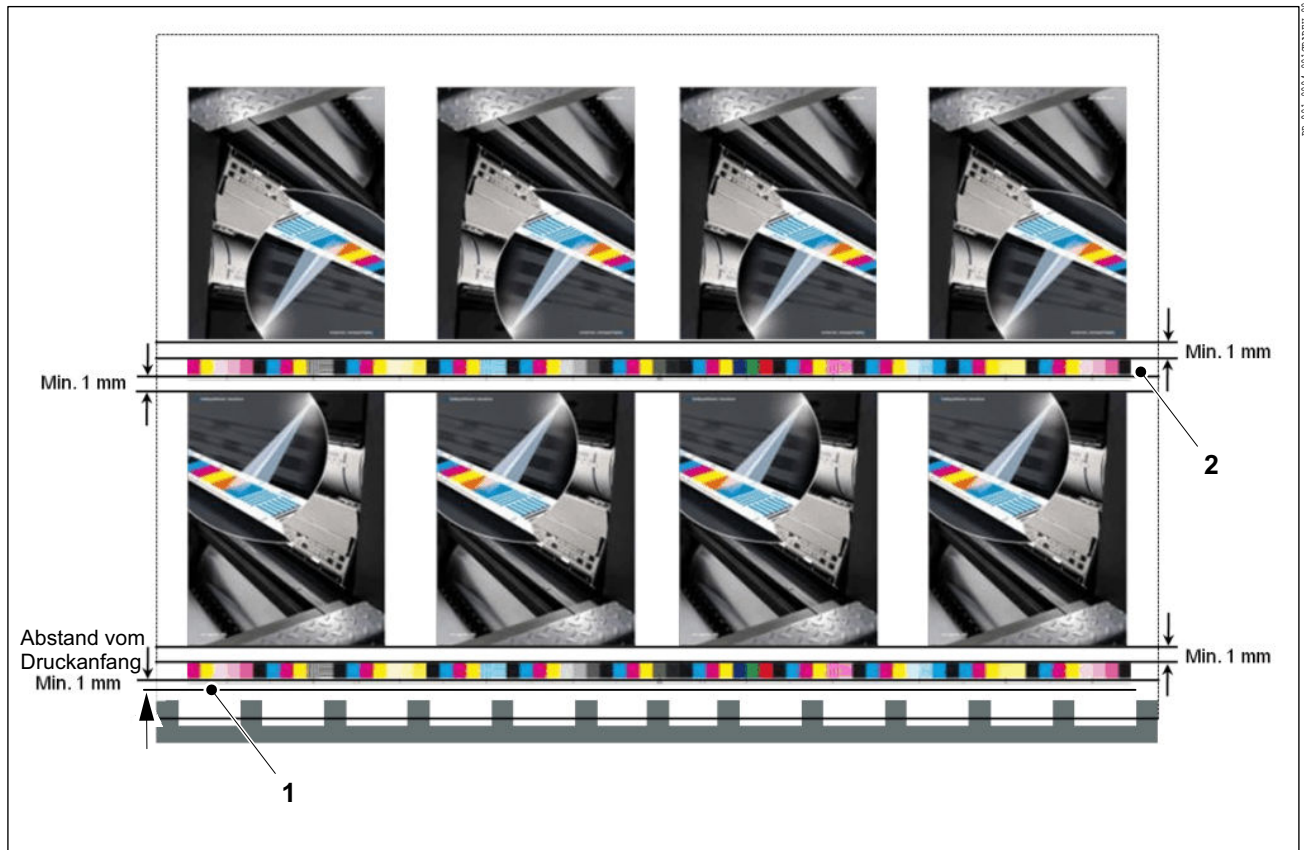

Abb. 31 Montage Prinect Inpress Control
- Sie können den Druckkontrollstreifen an jeder beliebigen Position zwischen Druckanfang (Abb. 31/1) und Bogenmitte (Abb. 31/2) montieren.